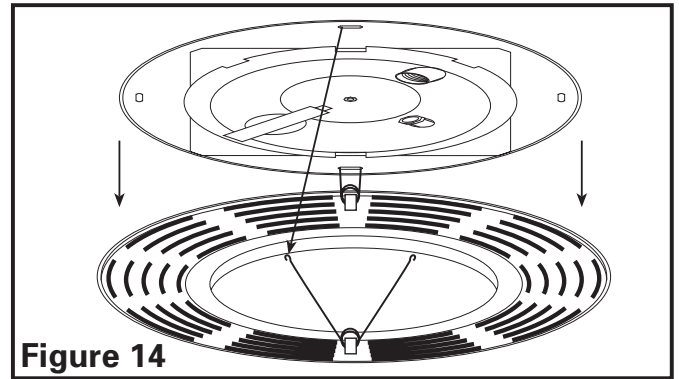

Figure 14
3. **Remplacement de l'ampoule:** Débrancher l'alimentation de l'unité. Enlever la grille en la tirant vers le bas et en pressant ensemble les ressorts de la grille pour dégager le bâti (Figure 14).